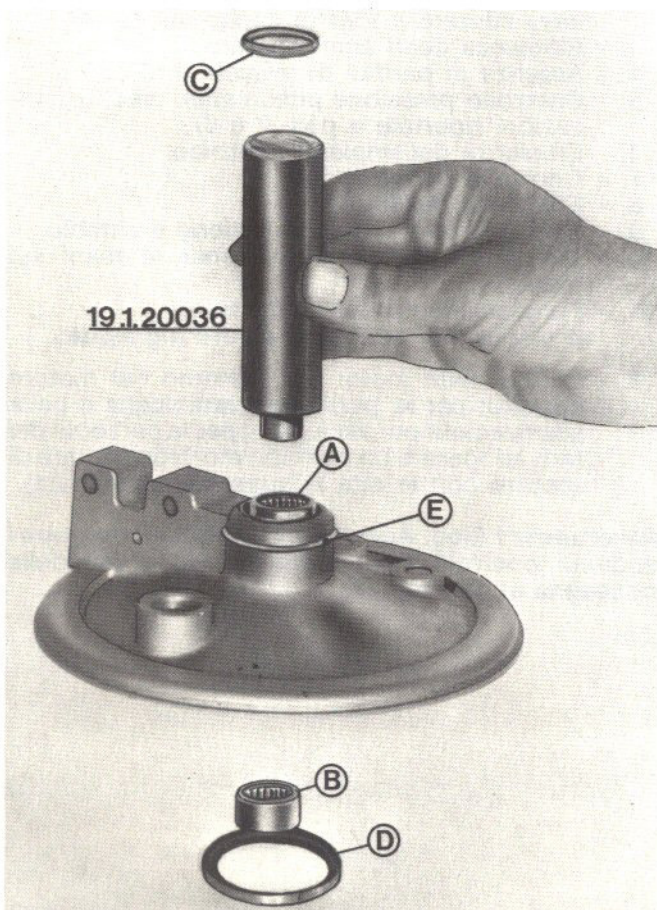
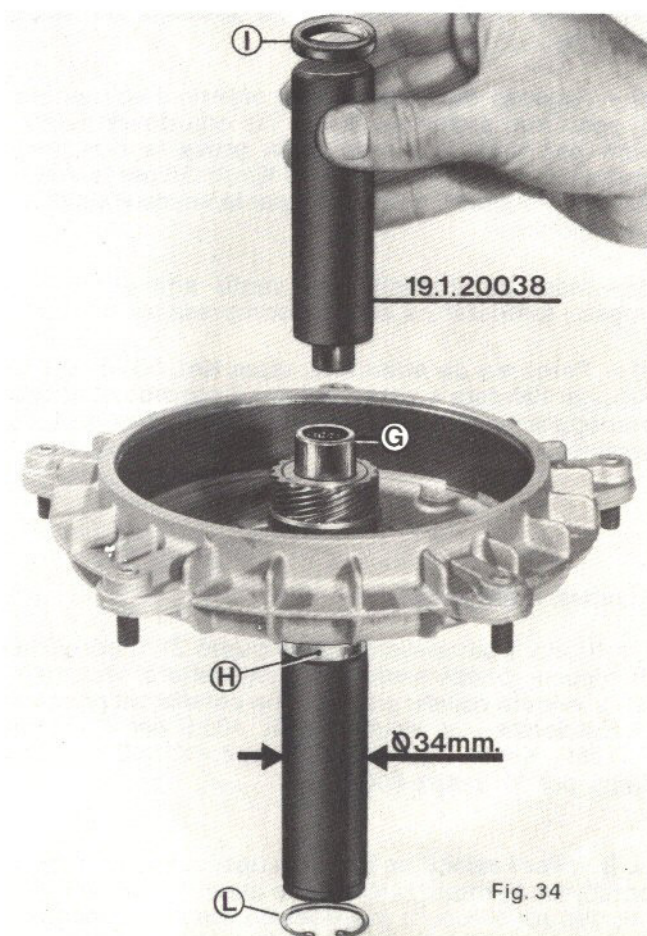

Fig. 33
Fig. 34
**Fig. 33 - Astucci a rullini e anelli di tenuta del disco porta ganasce:** Scaldare il disco porta ganasce e piantare l'astuccio a rullini «A» mediante l'apposito punzone 19.1.20036 (per il lato esterno del disco). Ripetere l'operazione sul lato interno del disco per il secondo astuccio «B», impiegando il punzone 19.1.20037. Completate le operazioni di montaggio degli astucci a rullini procedendo al posizionamento dei relativi anelli di tenuta esterno «C», interno «D» e riempire con grasso ESSO BEACON 3 oppure FIAT Z2 la camera interna del disco porta ganasce.
**Fig. 34 - Astuccio a rullini - anello di tenuta cuscinetto a sfere - anello elastico del tamburo freno:** Per il montaggio dell'astuccio a rullini «G», analogamente a quanto effettuato in fig. 33, impiegare lo specifico punzone 19.1.20038 e posizionare il relativo anello di tenuta «I».
**Fig. 35 - Disco porta ganasce sull'asse ruota anteriore e anello elastico:** Montare il disco porta ganasce sull'asse ruota anteriore (sul quale dovrà prima essere applicata la rondella di rasamento) collegandolo all'ammortizzatore mediante i 2 bulloni di ancoraggio e applicare, con le pinze 0023638, l'anello elastico «L» e completare le operazioni spostando l'anello parapolvere «E» (fig. 33) precedentemente posizionato.